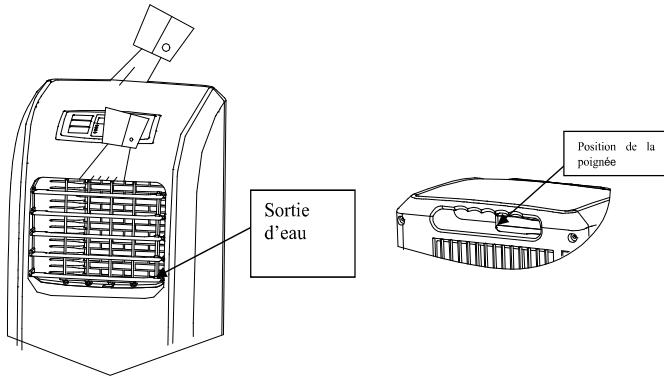

Figure 19
(1). Pour manipuler ou déplacer l'appareil, maintenez le haut de la sortie d'air de la coque avant d'une main et la position de la poignée en haut de la coque arrière avec une autre main, et laissez l'appareil en position verticale. (Comme le montre la figure 19).